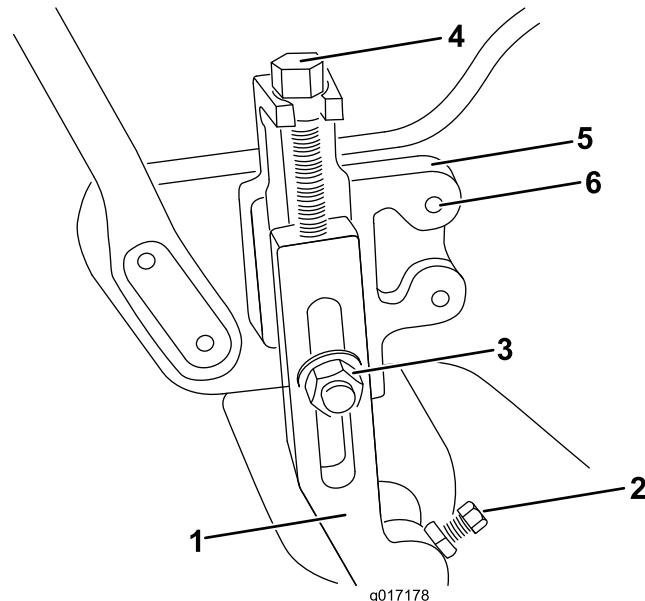

Figura 1
- Desaperte as porcas de segurança e os parafusos que prendem cada extremidade do rolo da frente aos braços da altura de corte (Figura 1).
- Retire as porcas de bloqueio e os parafusos da carroçaria que fixam os braços da altura de corte aos suportes de ajuste (Figura 1). Retire os braços da altura de corte e o conjunto do rolo.
- Apenas no Greensmaster 1600, retire os parafusos de ajuste da altura de corte, as porcas de segurança e os parafusos dos braços da altura de corte (Figura 1).
Apenas no Greensmaster 800 e 1000, retire os dois parafusos que fixam os suportes da altura de corte direito e esquerdo às placas laterais (Figura 1). Instale os suportes da altura de corte nos lados opostos da máquina com os parafusos retirados. Utilize os conjuntos de furos de montagem traseiros nas placas laterais.